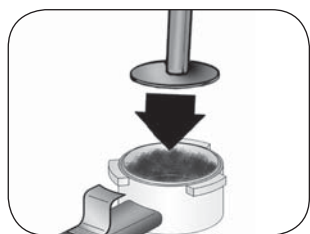

Fig. 8
- 2 Dosare il caffè nel filtro e pressare leggermente con il pressino (Fig. 8): per due caffè riempire completamente due misurini, mentre per un caffè riempirne uno solo.